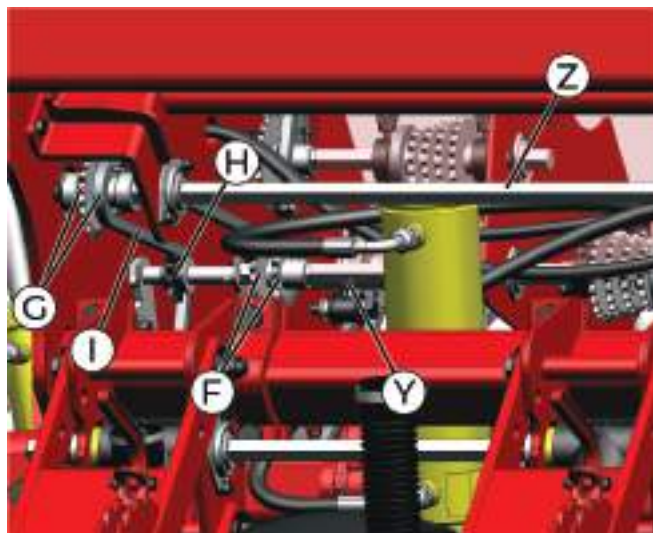

fig. 62
Na lateral interna (fig. 62), realize o recâmbio entre as rodas dentadas Z24 e Z14 (F) do eixo "Y" com as rodas dentadas Z21 e Z14 (G) do eixo "Z". Gire o esticador (H) da corrente (I) para reposiciona-la na combinação entre as dentadas.